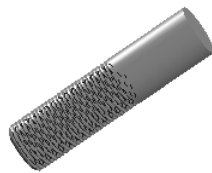

图 6.12.7 螺旋线 1
Step5. 创建如图 6.12.7 所示的螺旋线 1。
(1) 选择命令。选择下拉菜单 **插入(I)**  **曲线(U)**  **螺旋线/涡状线(H)...** 命令。